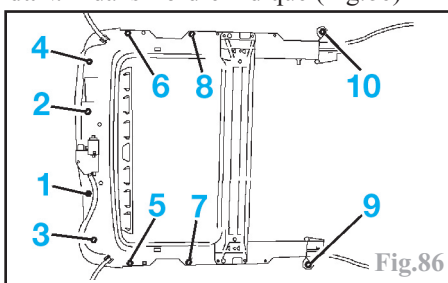

Fig.86
Serrer les vis (a) et les vis (2) à **0,6 daN.m** dans l'ordre indiqué (Fig.86)